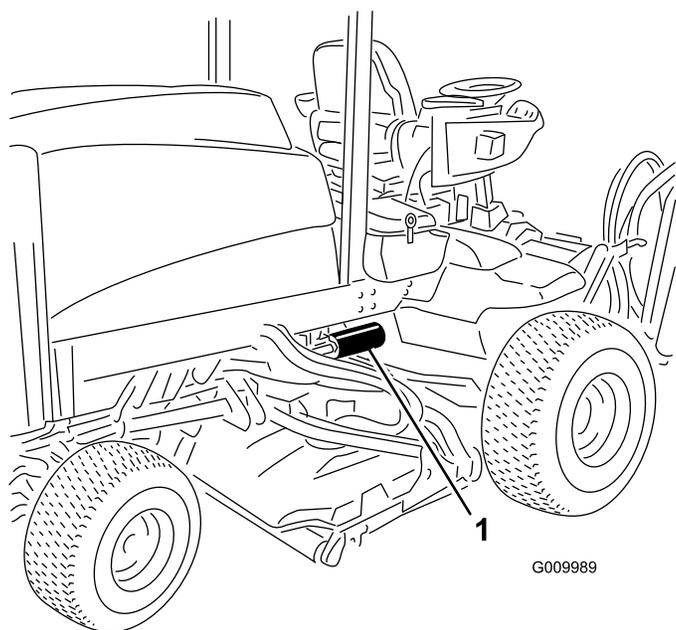

Рисунок 54
2. Очистите область вокруг места крепления фильтра. Подставьте под фильтр поддон, а затем снимите фильтры (Рисунок 53 и Рисунок 54).